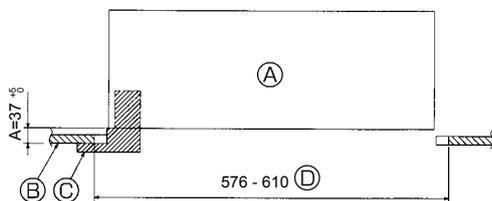

Fig. 10-2
①	Решетка	1	625 × 625 (мм)
②	Винт с шайбой	4	M5 × 0,8 × 25 (мм)
③	Лекало	1
④	Соединительный провод для приемника сигнала	1	Входит в комплект, если оснащено приемником сигнала.
⑤	Соединительный провод для датчика i-See	1	Входит в комплект, если оснащено датчиком i-See.
⑥	Зажим	2	Входит в комплект, если оснащено приемником сигнала.
⑦	Зажим	2	Входит в комплект, если оснащено датчиком i-See.
10.2. Подготовка к присоединению решетки (Fig. 10-2)